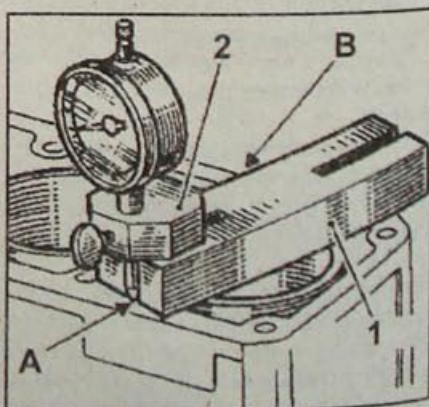

Рис. 2.58. Измерение выступания гильз из блока цилиндров:
• Установите гильзы без прокладок в блок цилиндров. При помощи опорной планки Mot. 252-01 и подставки с индикатором стрелочного типа Mot. 251-01 проверьте величину выступа каждой гильзы в точках А и В (рис. 2.58).